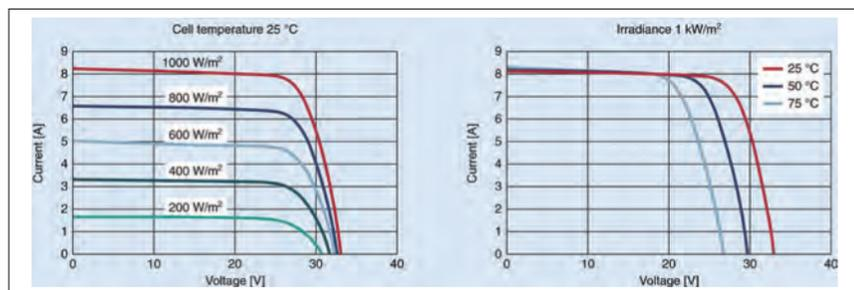

图1：光伏模块的电流和电压特性
**单**一太阳能电池和通常包含串联的几个组件的整个光电装置的输出很大程度上是由入射光决定的。光照越强，组件的电流输出就越大。另一个确定输出的变量是太阳能电池的温度。其上升时，输出电压就下降。图1显示了这些相关性。